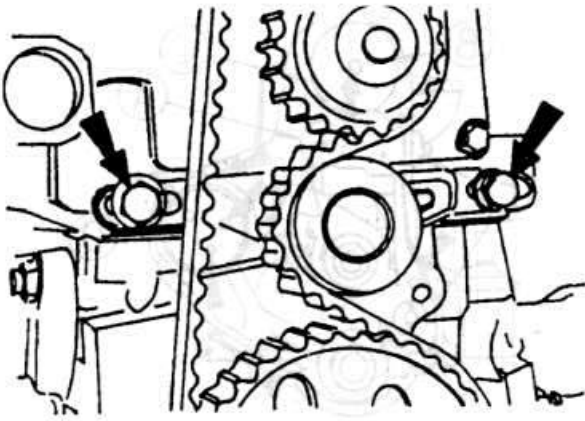

Рис. 2.21
- ♦ Ослабьте натяжитель и снимите зубчатый ремень (рис. 2.21).